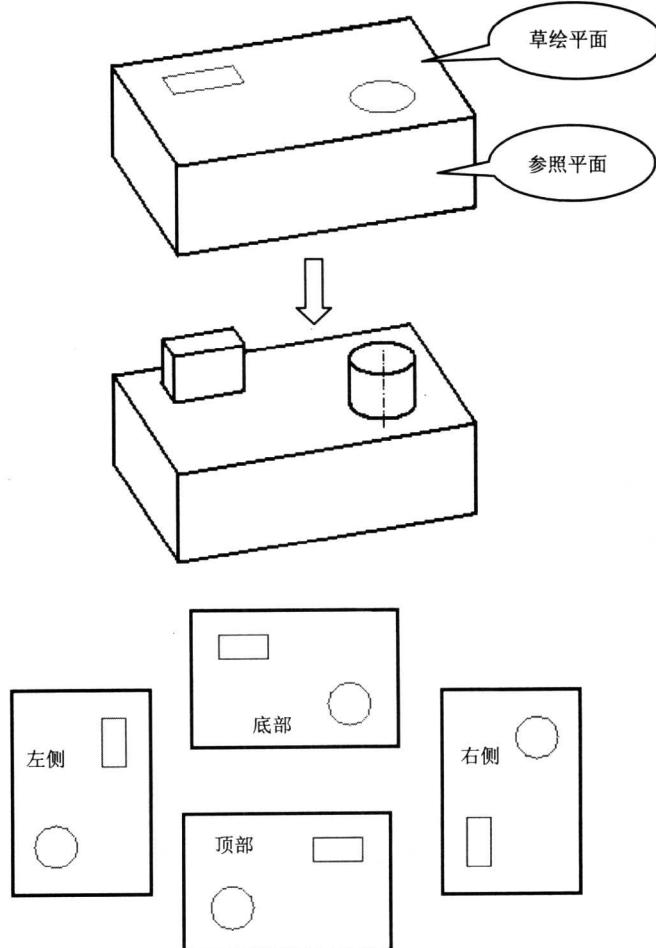

图 1-3
- 参照平面是一个与草绘平面垂直的平面，用来定位使草绘平面旋转到适当视角的平面。同一个参照平面可以有右侧(Right)、左侧(Left)、顶部(Top)和底部(Bottom)4种定位方法，如图 1-3 所示。